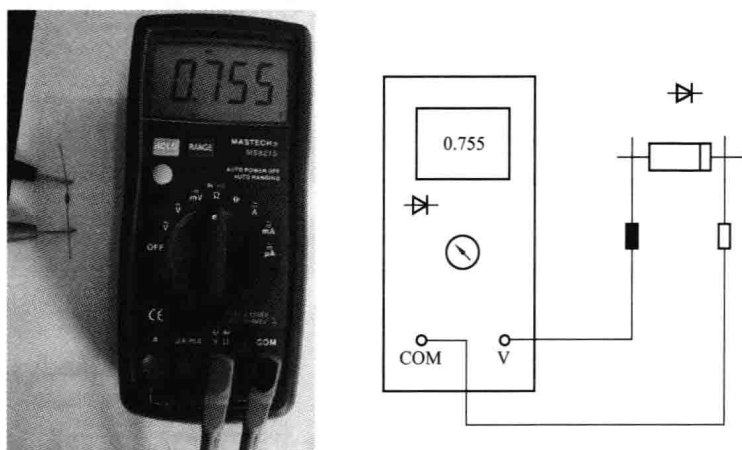
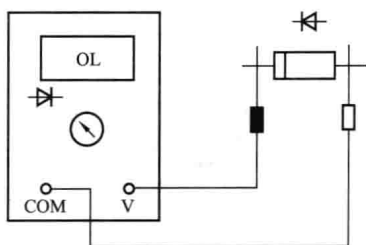

图 6-14 测量二极管
图 6-15 反向偏置
(4) 分别把黑色表笔和红色表笔分别连接到被测二极管的负极和正极，进行测量，如图 6-14 所示。
(5) 从液晶显示器读取被测二极管的正向偏压值。从图 6-14 读出正向偏压值为 0.755V。如果测试笔极性接反，仪表将显示 OL，如图 6-15 所示。